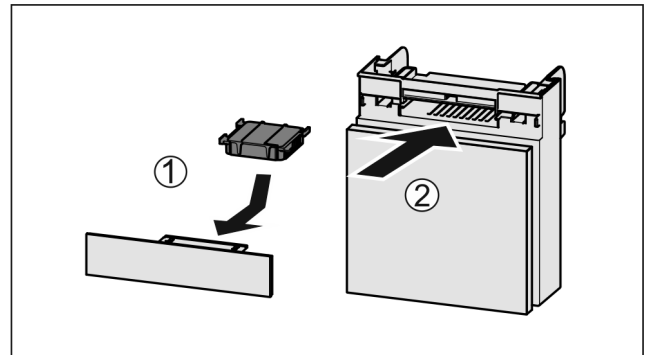

Fig. 87
- ▶ Insérer le filtre à charbon actif d'après le schéma Fig. 87 (1).
- ▶ Insérer le compartiment Fig. 87 (2).